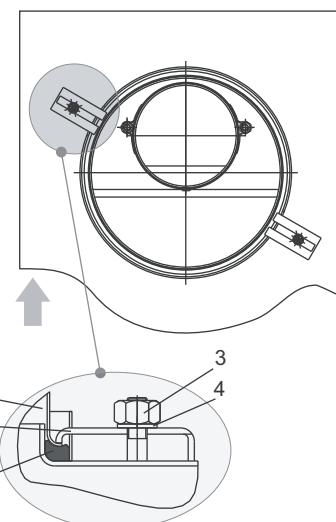

Рис. 4. Схема кріплення повіtroходу
6.3. Монтаж апарату повинен виконуватись відповідно до вимог ДБН В.2.5-20-2001 "Газопостачання", а також відповідно до таблиці 3, у такій послідовності: рис. 4, 5, 6, 7.
6.3.8. Встановити апарат кронштейнами (п. 4, рис. 2) на шпильки кріплення (п. 6, рис. 2), з'єднавши при цьому патрубок димоходу з фіксованим патрубком газоходу зовнішнього. Патрубок повітряходу (п. 1, рис. 2) розмістити в кільцевому пазу апарату на прокладку (базальтовий шнур). Виставити вертикально апарат і закріпити його гайками (п. 9, рис. 2), забезпечуючи при цьому щільний і герметичний притиск апарату до повітроводу. Встановити прижими та закріпити ними повітроход у пазу апарату (рис. 4).